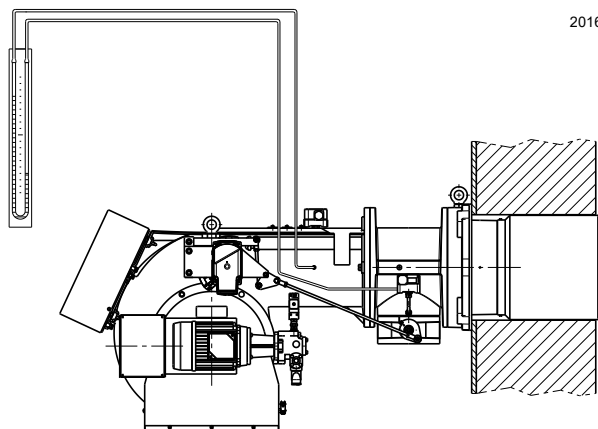

Рис. 31
- Соедините U-образный манометр или дифференциальный манометр (Рис. 31) разъемом (+) со штуцером газа на патрубке, а (-) с камерой сгорания. Служит для получения приблизительной МАКС. мощности горелки.
Поступление газа на патрубок определяется по U-образному манометру (Рис. 31).